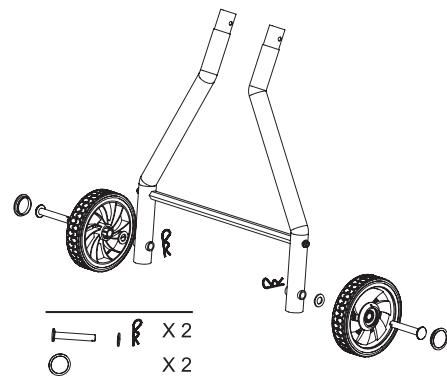

Рис. 5 Установка колес на переднюю опору LSH5001Н
- Установите на переднюю опору транспортировочные колеса (Рис. 5).